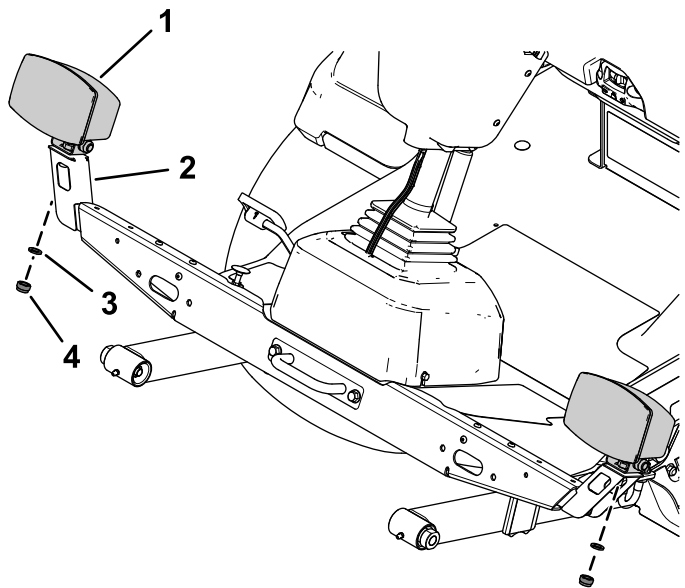

Bild 14
4. Befestigen Sie die linke und rechte Scheinwerferbaugruppe mit der an den Scheinwerferbaugruppen angebrachten Sicherungsscheibe und Sechskantmutter an der linken und rechten Scheinwerferhalterung (Bild 14).